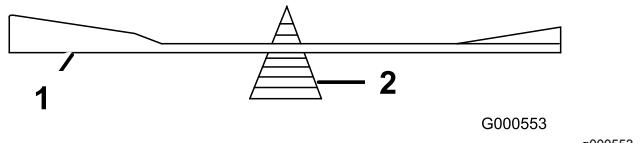

Figure 87
2. Vérifiez l'équilibre de la lame en la plaçant sur un équilibrEUR (Figure 87).